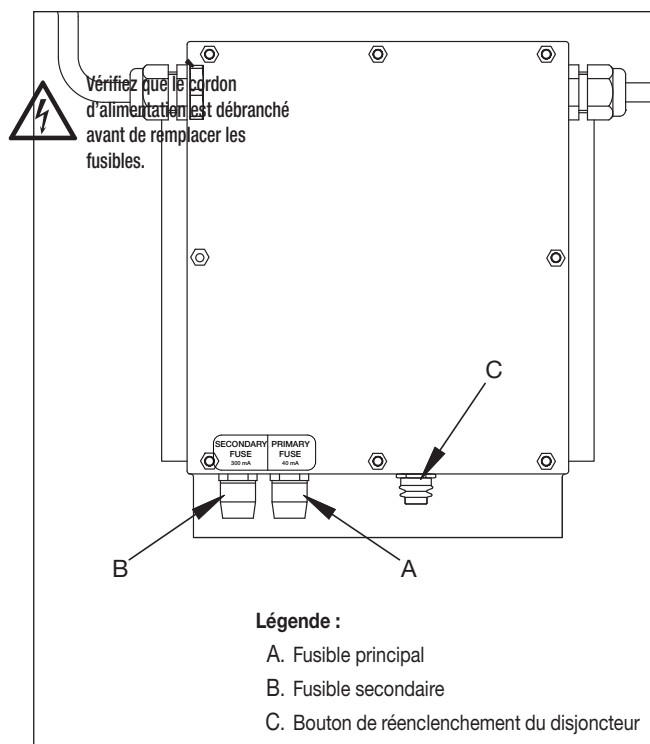

Figure 9, emplacements des fusibles et du bouton de réenclenchement, modèles monophasés
6.4 Remplacement des fusibles (reportez-vous aux figures 9 et 10)
Sur les vérins équipés d'un système électrique monophasé, les fusibles sont situés sur la partie inférieure du boîtier électrique du vérin. Les porte-fusibles sont installés à l'extérieur du boîtier et peuvent être évalués sans nécessité de retirer le couvercle du boîtier. Reportez-vous à la figure 9.
Modèle de vérin commençant par :	(Reportez-vous aux figures 9 et 10 pour connaître l'emplacement des fusibles.)